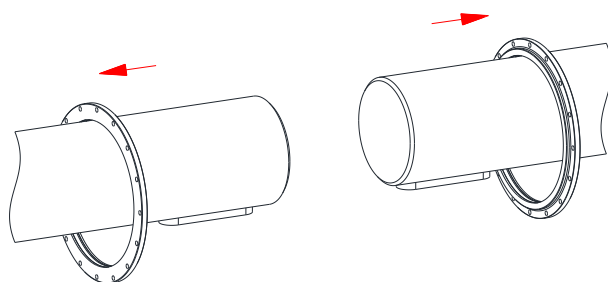

Figura 33
- Ponga la tapa (componente 9) sobre el eje del lado conducido y motriz. Asegúrese de que las juntas tóricas (componente 8 y 11) no se dañen (véase figura 33).